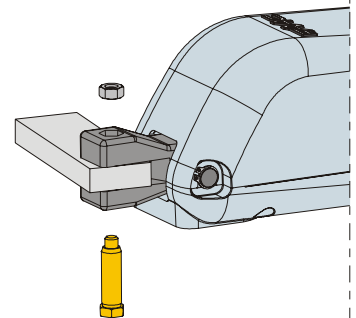

Fig. 11
- 8) Fissare l'operatore alla staffa posteriore tramite i perni in dotazione come indicato in Fig.11.